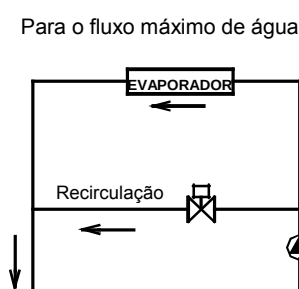

Fig. 4-3.
- c. O tubo de entrada do equipamento deve ter um interruptor de fluxo como proteção de paragem em caso de falta de fluxo na unidade. Ambas as extremidades do interruptor de fluxo devem estar providas de secções horizontais retas com um diâmetro 5 vezes maior que o do tubo de entrada. O interruptor de fluxo deve ser instalado estritamente de acordo com o "Guia de instalação e ajuste do interruptor de fluxo" (Fig. 4.3~4.4). Os cabos do interruptor de fluxo devem ser encaminhados para a caixa elétrica usando um cabo blindado (consulte "Esquema elétrico" para obter mais detalhes). A pressão de trabalho do interruptor de fluxo é 1,0 MPa e a sua interferência é de 1 polegada de diâmetro. Depois de instalar os tubos, o interruptor de fluxo ajustar-se-á corretamente tendo em conta o fluxo de água da unidade.